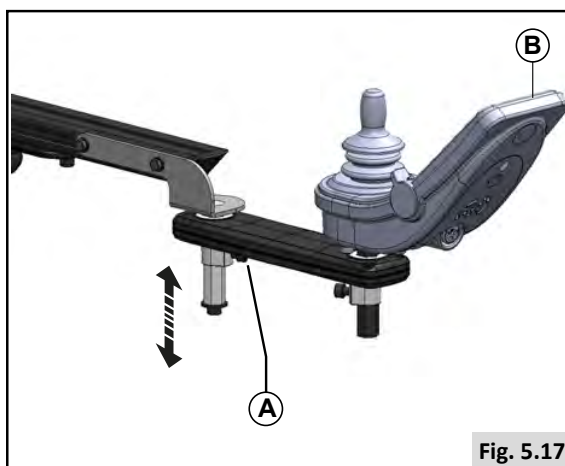
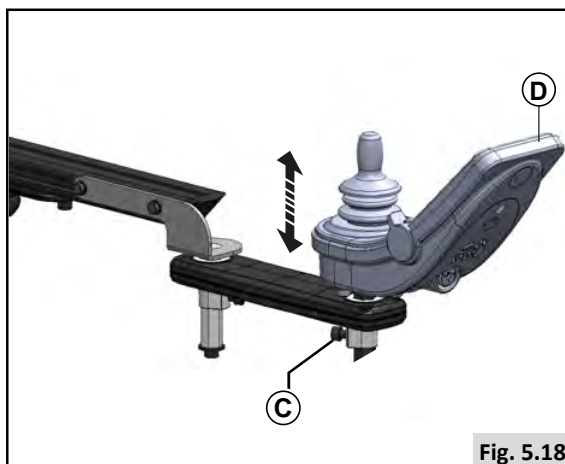

Fig. 5.17
Fig. 5.18
Pre-setting height of the controller (1) (Fig 5.17)
1. Desserrez la vis (A).
2. Faites glisser les commandes (B) à la hauteur désirée.
3. Serrez les vis (A).
Préréglage de la hauteur des commandes (2) (Fig. 5.18)
1. Desserrez la vis (C).
2. Faites glisser les commandes (D) à la hauteur désirée.
3. Serrez la vis (C).